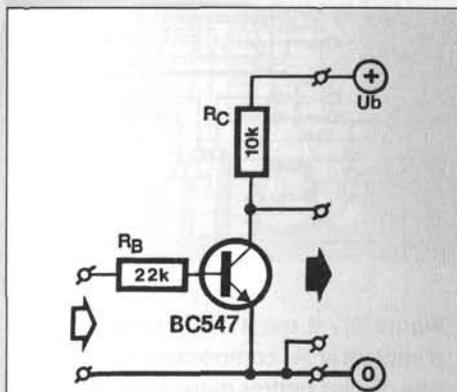

Figure 1 – Avec un transistor et deux résistances, nous pouvons fabriquer un inverseur compatible aussi bien avec les circuits intégrés logiques TTL que CMOS.
Figure 1 – Le schéma du silence-radio. Le relais, excité quand le combiné prend la ligne (on ne peut plus guère parler de « décrocher », vu les formes que prennent les téléphones modernes), coupe l'alimentation du poste de radio.
La figure 1 montre comment nous sommes passés des quelques idées du paragraphe précédent à un circuit pratique. Vous trouvez à la sortie le relais promis (Re1), alors que l'entrée est raccordée à la ligne téléphonique. Entre les deux, outre quelques composants ordinaires, il faut remarquer un opto-coupleur (ou photo-coupleur). Il n'est pas indispensable au fonctionnement, mais absolument impératif pour la sécurité: tout circuit raccordé à la ligne téléphonique doit en être isolé galvaniquement.
Il faut maintenant alimenter le régulateur pour qu'il suffise à sa tâche sans avoir trop de puissance à dissiper. Celle-ci est fonction de la différence de tension entre son entrée et sa sortie, soit un minimum de 2 V, et du courant débité, soit 150 mA, pris pour maximum. En amont (figure 1), un condensateur de lissage, C1 de 470 µF, aux bornes duquel la tension est donc de 10 V. À cela il faut ajouter une ondulation estimée à 2 V⁽³⁾. Un transformateur de 12 V capable de délivrer entre
Figure 1 - Pour alimenter les appareils prévus pour fonctionner avec une pile de 9 V, et c'est le cas d'un grand nombre de circuits décrits dans cette revue, ce montage fait parfaitement l'affaire. Il va de soi que si vous ne changez la pile qu'une fois tous les deux ans, vous pouvez vous en passer.
La figure 1 vous montre à quoi ressemble ce montage dont les niveaux d'entrée et de sortie sont compatibles aussi bien avec les circuits TTL qu'avec les circuits CMOS. Si vous pensez que ce schéma ressemble à celui d'un transistor utilisé comme commutateur, vous avez parfaitement raison. Le transistor utilisé comme inverseur fonctionne en commutation. Dans les deux cas, il se comporte comme un relais (statique) ou un interrupteur. Le plus important cependant pour l'inverseur, n'est pas de permettre ou non la circulation d'un courant dans une résistance placée dans son circuit de collecteur, c'est la tension qui règne sur le collecteur par rapport à la masse. Elle présente deux valeurs intéressantes, que nous appelons "1" et "0" : si le transistor est bloqué (1), la tension qui règne sur le collecteur est à peu de chose près celle de l'alimentation ; si le transistor est saturé (0), cette tension est nulle, le collecteur est au potentiel de la masse. La circulation d'un courant, même si l'on considère ceci comme quelque chose de "positif", si "ça marche" puisque si R_c est une lampe, elle s'allume, c'est "0", parce que nous avons appelé "0"
tiples essais nous avons retenu le modèle présenté sur la **figure 1**, pour sa simplicité. Sa fabrication ne nécessite que deux longueurs de tube de PVC de 15,8 et 19 mm (5/8" et 3/4"), un microrupteur et un bout de fil de cuivre rigide. Le microrupteur, ouvert au repos, se loge à l'intérieur du tube de plus petit diamètre. Son levier, dont l'extrémité est tordue (choisir en conséquence un microrupteur dont le levier se laisse tant soit peu déformer), dépasse du tube sur une longueur de quelques millimètres. Voyez-vous où nous voulons en venir ? Le tube de 19 mm viendra coulisser sur le tube de 15,8 et repousser l'extrémité du levier du microrupteur vers l'intérieur. Le capteur est virtuellement terminé lorsque le gros tube coulisse librement sur le petit et que le microrupteur se ferme chaque fois. Il va de soi que l'on peut traiter le problème avec des tubes dont les diamètres sont différents de ceux que nous indiquons, pourvu que le microrupteur soit facile à installer dans le petit tube et que le gros coulisse sur lui sans effort.
Figure 1 – La partie mécanique du détecteur ne met pas en jeu de composants coûteux. Elle n'est pas difficile à fabriquer et fonctionne à la perfection si on la réalise avec soin. Vous pouvez vous aider du cliché sur lequel vous reconnaitrez, à gauche, le crochet, puis l'extrémité du levier du microrupteur que vient repousser la bague de PVC.